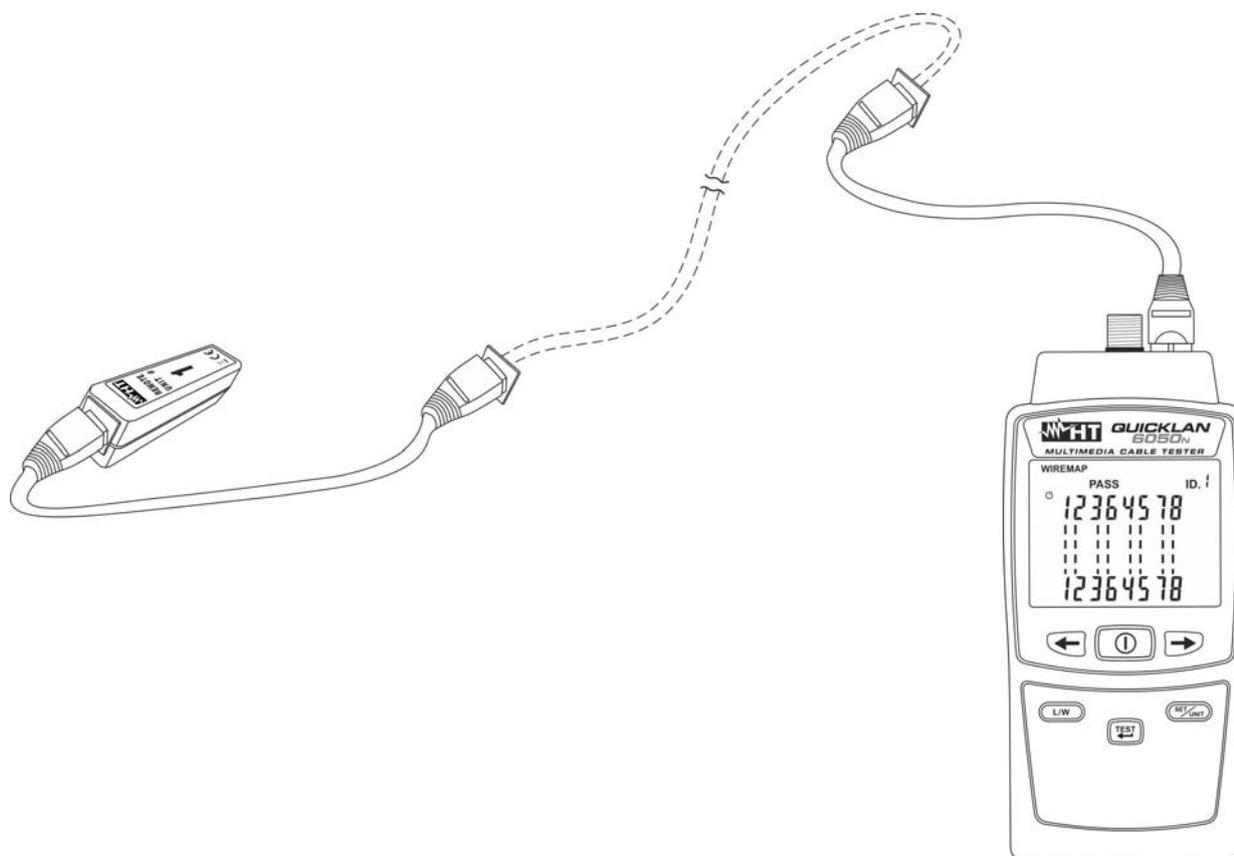
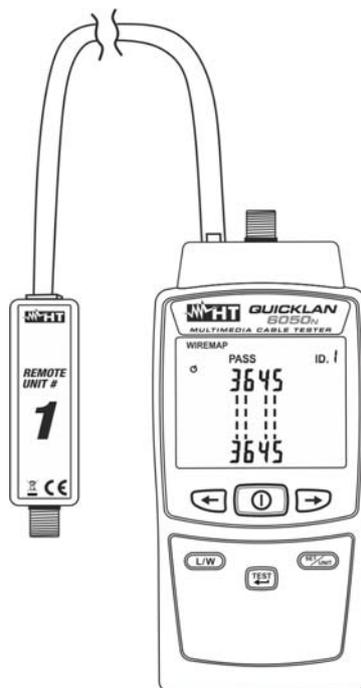

Fig. 7: Conexión del instrumento mediante cables patch
Fig. 10: Conexión del instrumento al cable con conector RJ11
4. Conectar los extremos del cable en prueba al conector RJ45 de entrada del instrumento (ver la Fig. 1 – parte 10) y a la unidad remota #1 o bien, si fuera necesario, usar los cables patch en dotación como se muestra en la Fig. 7
3. Conecte los extremos del cable en prueba al conector RJ11 de entrada del instrumento (ver la Fig. 1 – parte 8) y a la unidad remota #1 (ver la Fig. 10). Si fuera necesario, utilice los cables patch en dotación de forma similar a lo mostrado en la Fig. 7